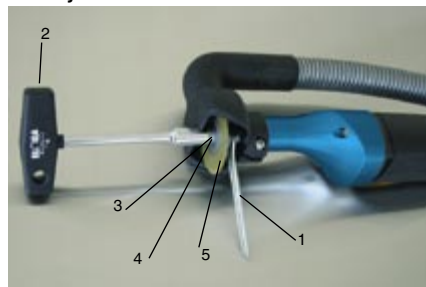

Fig. 11
2. Colocar una llave de horquilla (1, Fig. 11) detrás de la hoja de sierra, en el eje de acción. Y la otra (2) delante, sobre el tornillo fijador.
3. Sujete la llave posterior (1) y utilícela para fijar la sierra.